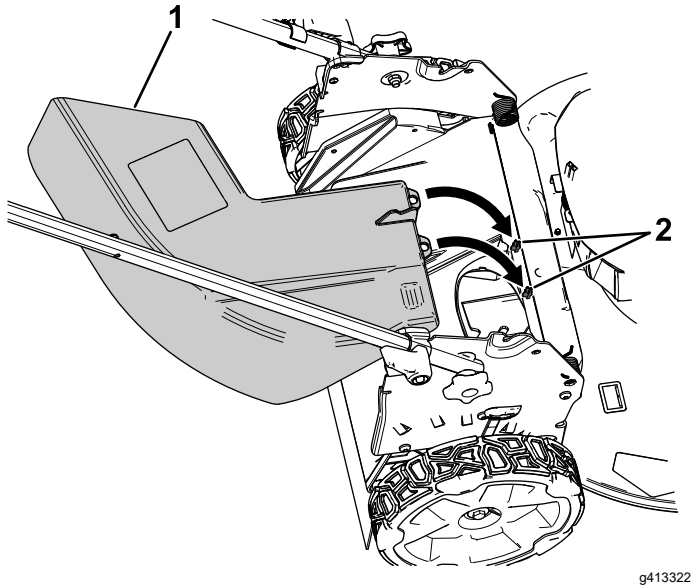

Bild 14
2. Befestigen Sie den Seitenauswurfkanal an der Rückseite der Maschine mit Hilfe der Befestigungspunkte (Bild 14).